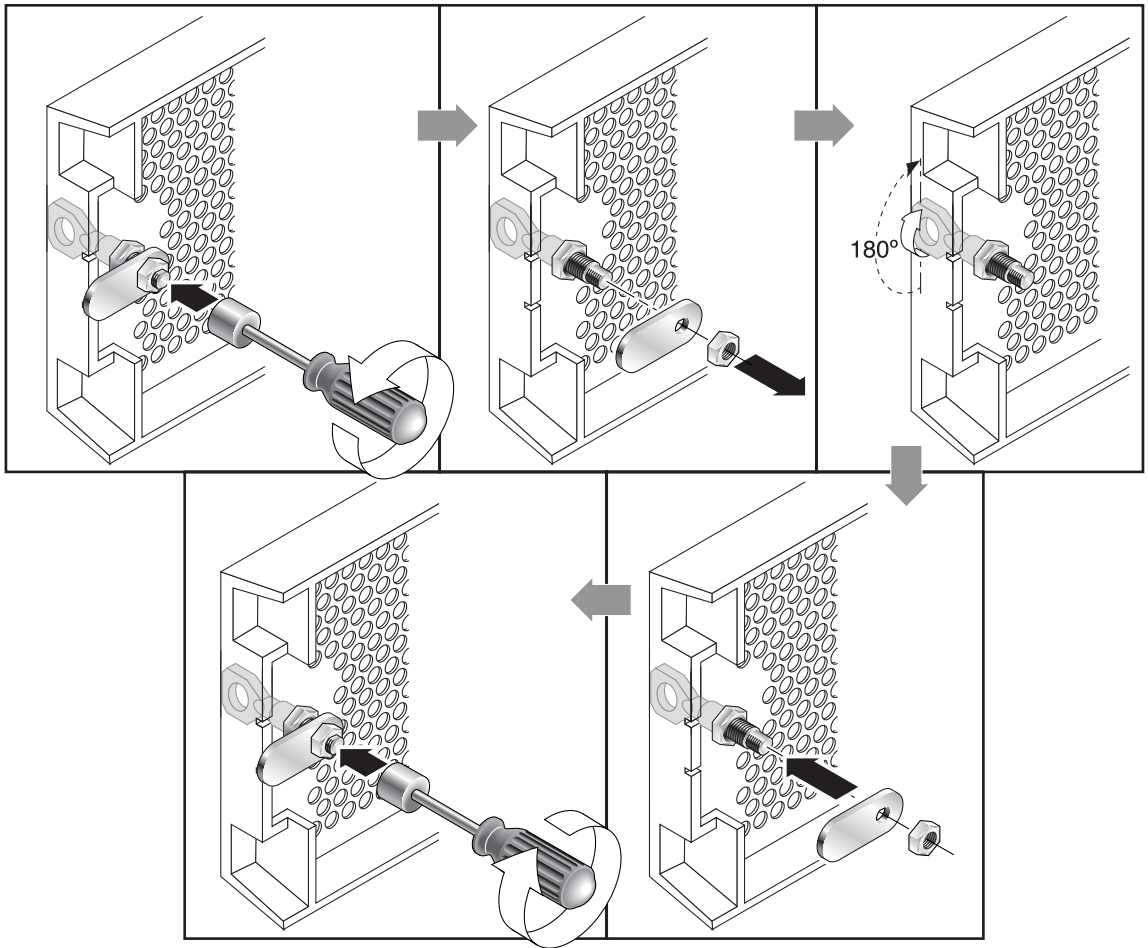

图 4-2 改装前盖锁以使钥匙无法取下的步骤
3. 使钥匙保留在原位，使用 12 毫米或 3/8 英寸螺母扳手卸下用于固定棘爪的螺母，如图 4-2 的第一幅图所示。
4. 从锁身的螺纹部分抬起棘爪，如图 4-2 中第二幅图所示。
6. 用钥匙将锁转动 180 度，如图 4-2 的第三幅图所示。
7. 以原先的朝向装回棘爪，如图 4-2 的第四幅图所示。
8. 使钥匙保留在原位，使用螺母扳手重新拧紧用于固定棘爪的螺母，如图 4-2 中的第五幅图所示。一定不要使螺母上的螺纹交叉。